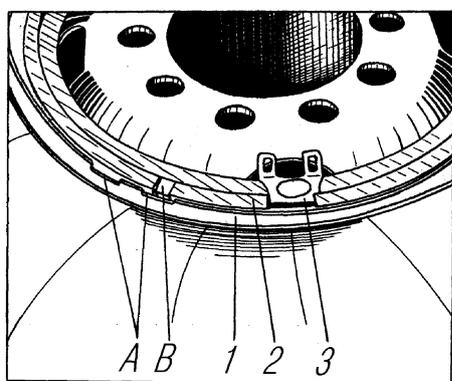

Рис. 52. Положение замочного и бортового колец колес 254Г – 508 и 400Г – 508:
5. Установите бортовое и замочное кольца, совместив при этом на колесах с шинами регулируемого давления выштамповку В (рис. 52) на замочном кольце с одним из пазов А на бортовом кольце и обеспечив совпадение разреза замочного кольца с ограничителем на ободу.